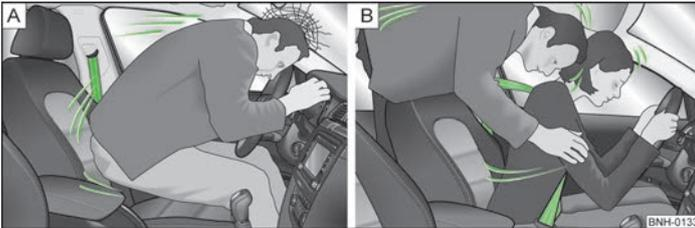

Abb. 137 Nicht angegurter Fahrer / Nicht angegurter Mitfahrer auf dem Rücksitz
- Bei einem Frontalunfall werden nicht angegurte Insassen nach vorn geschleudert und schlagen unkontrolliert auf Teile im Fahrzeuginnenraum, wie z. B. Lenkrad, Schalttafel oder Frontscheibe, auf » Abb. 137 - A. Sie können unter Umständen sogar aus dem Fahrzeug geschleudert werden, was lebensgefährliche oder sogar tödliche Verletzungen zur Folge haben kann.
Auch für Mitfahrer auf dem Rücksitz ist es wichtig, sich anzugurten, da sie bei einem Unfall unkontrolliert durch das Fahrzeug geschleudert werden. Ein nicht angegurter Mitfahrer auf dem Rücksitz gefährdet also nicht nur sich, sondern auch die vorn sitzenden Insassen » Abb. 137 - B.